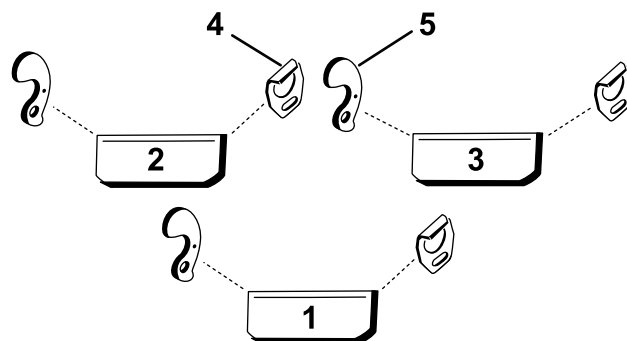

Figure 3
- Reportez-vous à la Figure 3 pour déterminer l'emplacement de montage des guides ou des supports sur les bâtis porteurs des plateaux de coupe.